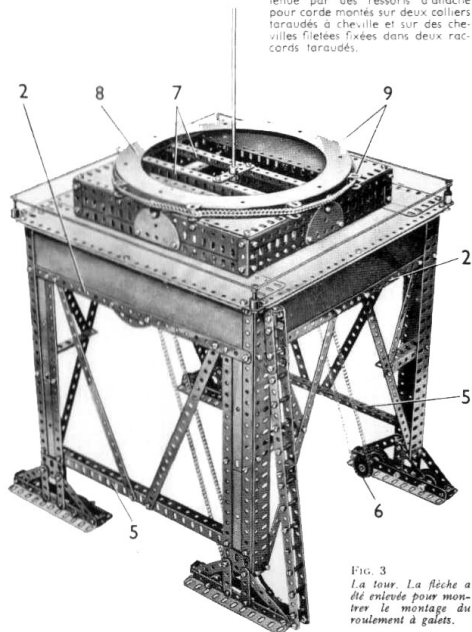

Fig. 3
Les montants sont réunis à leurs extrémités supérieures par des plaques-bandes de 25 trous qui sont bordées par des cornières de 25 trous (1) et par des bandes de 25 trous (2). L'assemblage des cornières (1) est renforcé par des grands goussets d'assemblage boulonnés sur les cornières, et une plaque-bande de 25 trous est fixée sur chacune des cornières (1) comme le montre la figure 3.
l'étréquer d'assemblage est fixée sur un cavalier boulonné sur le montant. Les roues sont des poulies de 25 mm. munies de pneus. L'une des poulies de chaque ensemble est fixée sur une tringline de 2,5 cm., et l'autre est simplement montée sur une tringline de 4 cm. Les tringlines sont tenues dans les cornières de 11 trous par des bagues d'arrêt, et des roues de chaîne de 18 dents (6) sont fixées sur deux des tringlines de 4 cm. Chacun des côtés de la plate-forme surélevée située au sommet de la tour est formé par une cornière de 19 trous et par une poutrelle plate de 19 trous. Ces pièces sont réunies à leurs extrémités par des cornières de 3 trous, et deux plaques-bandes de 19 trous et deux cornières de 19 trous (7) (fig. 3) sont boulonnées au travers du carré ainsi obtenu. Les cornières de 19 trous de deux des côtés sont fixées sur le dessus de la tour, et les poutrelles plates de 19 trous des deux autres sont réunies au sommet par des cornières de 7 trous.